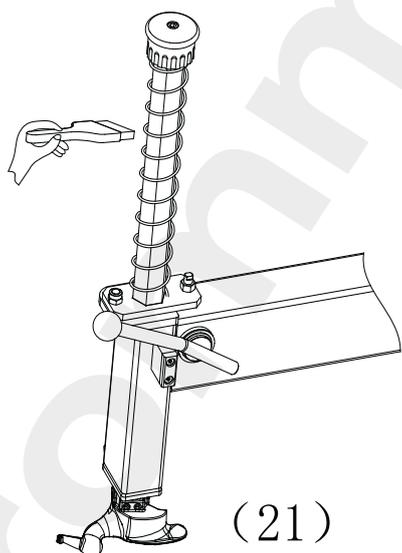

Рис. 13-1
- Очистите шестигранный шток дизельным маслом (как показано на рис. 13-1) и смажьте его машинным смазочным маслом.